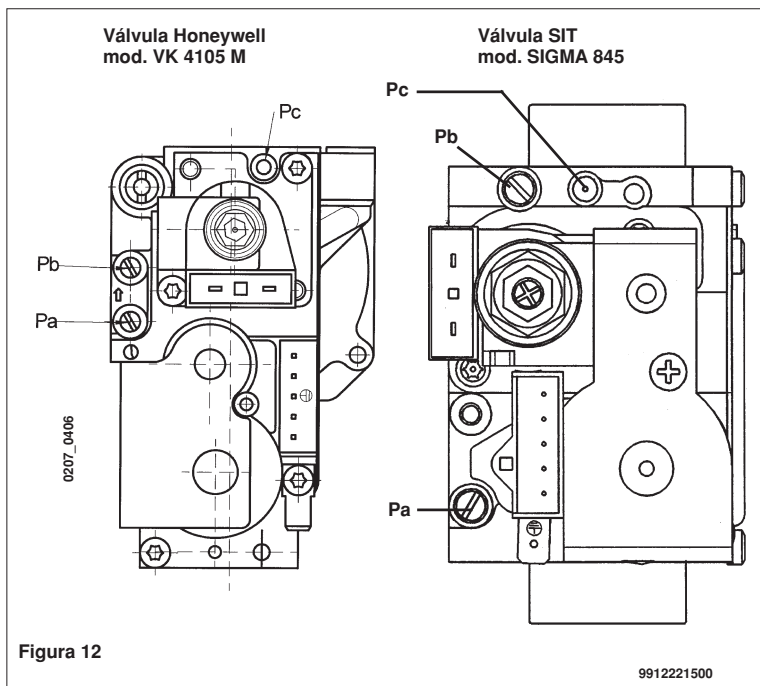

Figura 12
Las modalidades de calibrado del regulador de presión difieren ligeramente según el tipo de válvula del gas utilizada (HONEYWELL o SIT, véase figura 12).
- conectar la toma de presión positiva de un manómetro diferencial, posiblemente de agua, a la toma de presión (Pb) de la válvula del gas (figura 12). Conectar, sólo para los modelos a cámara estanca, la toma negativa del mismo manómetro a un especial "T" que consienta conectar entre ellos la toma de compensación de la caldera, la toma de compensación de la válvula del gas (Pc) y el manómetro mismo. (Se puede efectuar una medición equivalente conectando el manómetro a la toma de presión (Pb) y sin el panel frontal de la cámara estanca); Una medición de la presión en los quemadores efectuada con métodos diferentes a los descritos podría resultar incorrecta, dado que no tomaría en cuenta la depresión creada por el ventilador en la cámara estanca.
- controlar que la presión dinámica de alimentación de la caldera, medida en la toma de presión (Pa) de la válvula del gas (figura 12), sea correcta (28 mbar para el gas butano, 37 mbar para el gas propano o 20 mbar para el gas natural).